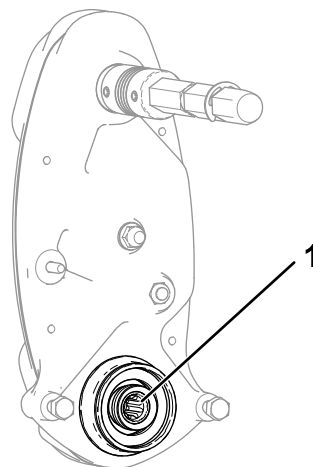

Figura 14
- Verificați interiorul arborelui de acțiune al cilindrului (Figura 14) în privința lubrifianului rămas.